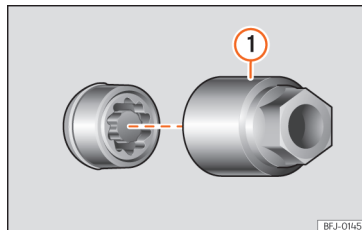

Abb. 239 Diebstahlhemmende Radschraube mit Abdeckkappe und Adapter
- Setzen Sie den Spezialadapter >>> [Abb. 239] ① (Bordwerkzeug >>> S. 331) bis zum Anschlag in die diebstahlhemmende Radschraube ein.